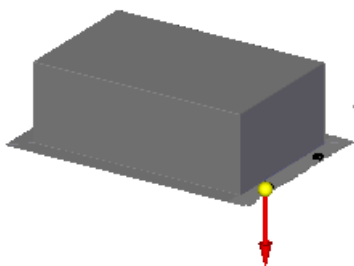
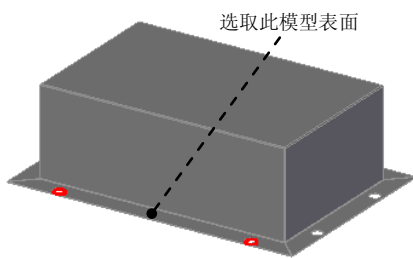

图 8.12.22 定义移除方向
图 8.12.23 法向除料特征 2
③ 单击“主页”操控板中的“关闭草图”按钮 ，退出草图绘制环境。
(3) 定义法向除料特征属性。在命令条中单击“厚度剪切”按钮  和“全部穿透”按钮 ，并将移除方向调整至图 8.12.22 所示的方向。
(4) 单击  按钮，完成特征的创建。
Step14. 创建图 8.12.23 所示法向除料特征 2。
(1) 选择命令。在“主页”功能选项卡“钣金”工具栏下拉列表中单击  按钮，选择  法向除料 命令。
(2) 定义特征的截面草图。
① 选取草图平面。在系统 **单击平的面或参考平面。** 的提示下, 选取图 8.12.23 所示的模型表面为草图平面。